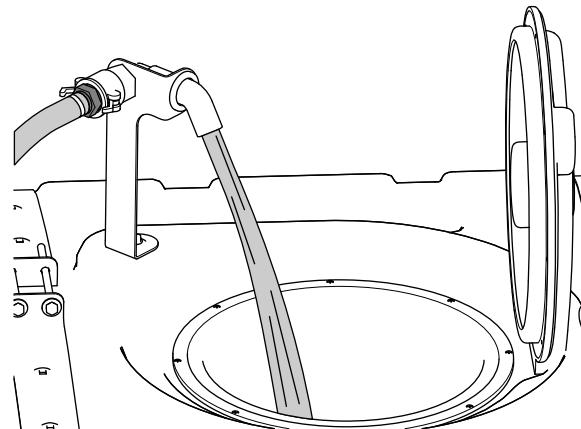

Bild 24
5. Füllen Sie Dreiviertel der benötigten Wassermenge in den Sprühbehälter (Bild 24).